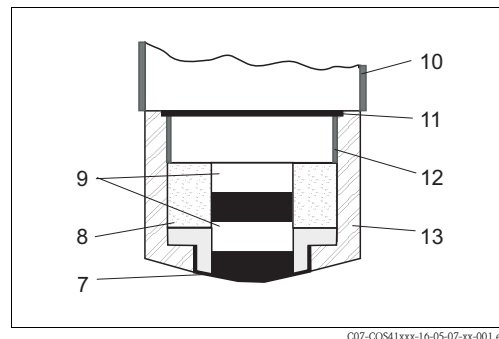
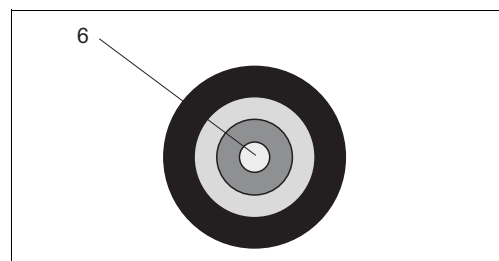

Abb. 12: Sensorkopf, Schnittzeichnung
Abb. 13: Sensorkopf, Draufsicht
- Sensorkopf mit Kathode und Anode (Abb. 12, Abb. 13)
- Membrankappe mit Elektrolytfüllung (Abb. 12, Pos. 13 und 8)